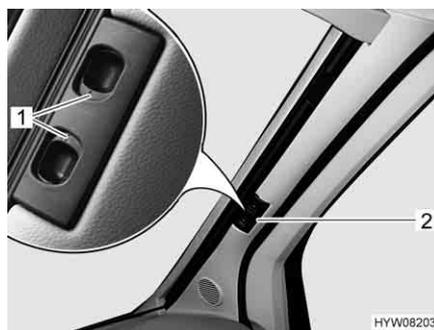

Fig. 76 Dispositif occultant plissé pour le pare-brise
- Presser les poignées de déverrouillage (Fig. 76,1) et les maintenir pressées.
- Tirer le dispositif occultant plissé pour le pare-brise par la poignée (Fig. 76,2) vers le centre de la fenêtre.
- Pousser les deux moitiés du dispositif occultant plissé pour le pare-brise par la poignée (Fig. 76,2) à fond vers l'extérieur. Soulever la poignée à la hauteur de l'évidement de verrouillage.
- Lâcher les poignées de déverrouillage (Fig. 76,1) et les faire s'enclencher.